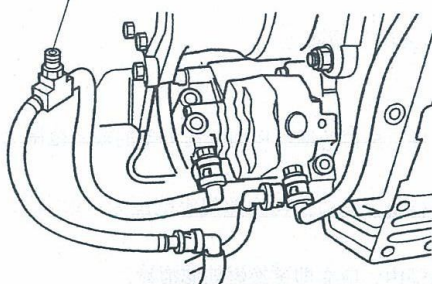

图 2-63 连接测试工具和压力表
- 2) 将燃油系统测试工具(零件号为4918462)连接到齿轮泵燃油进口处,并在该测试工具上连接真空压力表(零件号为4918324),见图2-63。